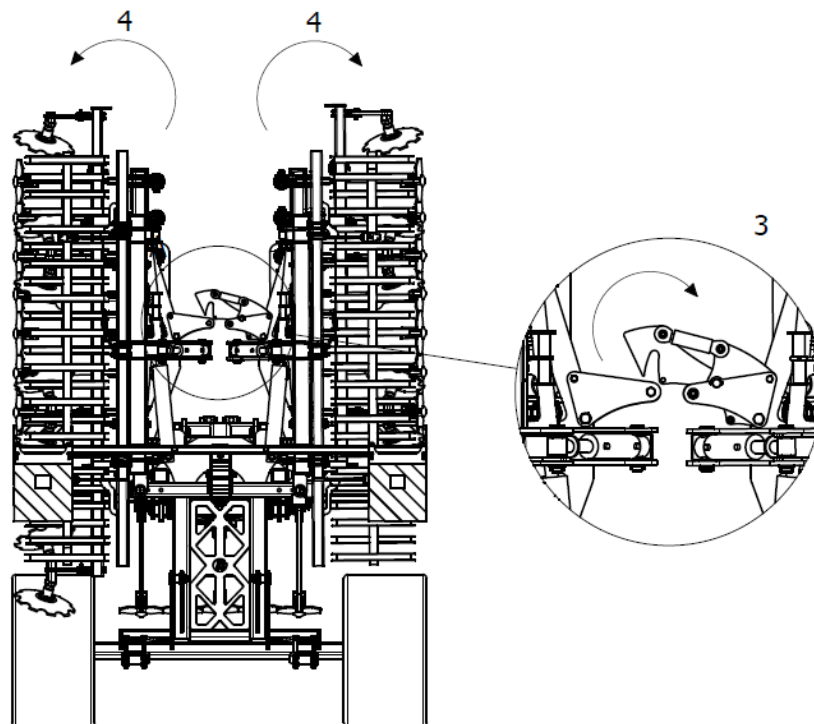

Figure 16 Séquence d'ouverture de la machine : 3 – crochet du verrouillage hydraulique décroché 4 – les bras latéraux se déploient (« s'ouvrent »).
3. Ensuite, s'assurer que le crochet du verrouillage hydraulique permettra le déverrouillage des bras latéraux et les déplier (« ouvrir ») entièrement. (fig. 16).